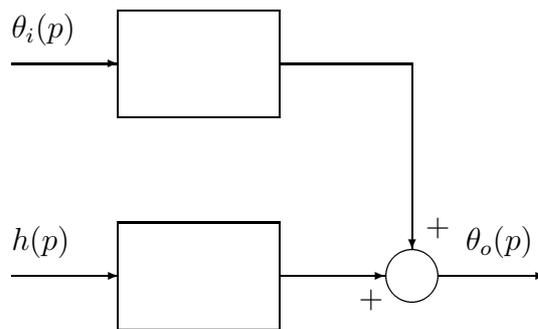

FIG. 5 –
2.2) Calculer sa matrice de transfert et compléter le schéma de la figure 5.